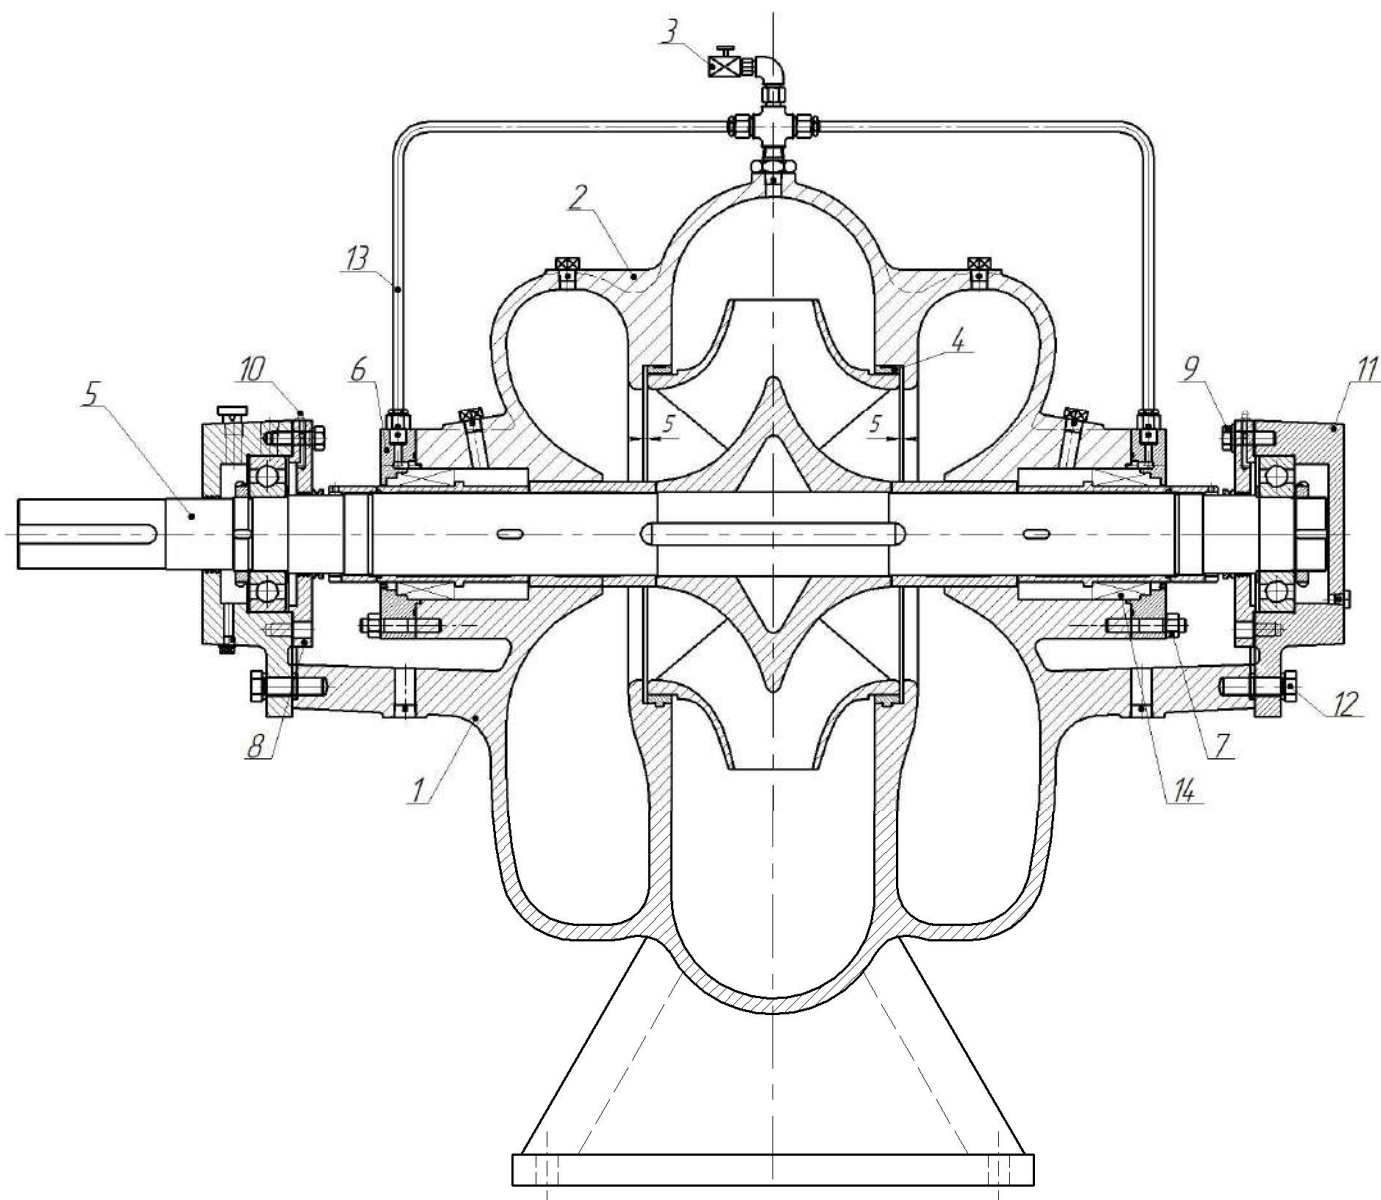

Рисунок 4 - Общий вид насоса «Иртыш» ЦНД с сальниковым уплотнением
- отвернуть метизы крепления крышки сальника поз. 7 (рисунок 4) и отодвинуть крышку сальника поз. 6;